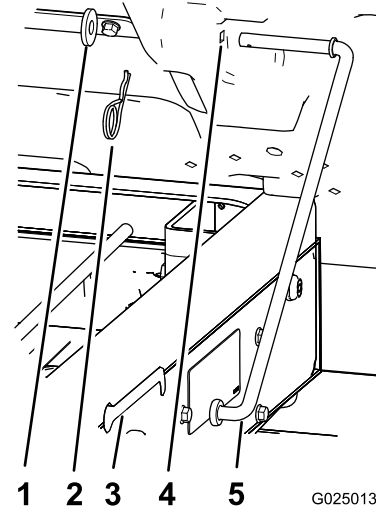

Figura 4
4. Rimuovete la coppia e la rondella che fissano l'asta di supporto al lato inferiore del pianale (Figura 4).
5. Fate scorrere l'asta di supporto in avanti per toglierla dalla staffa sul telaio (Figura 4).